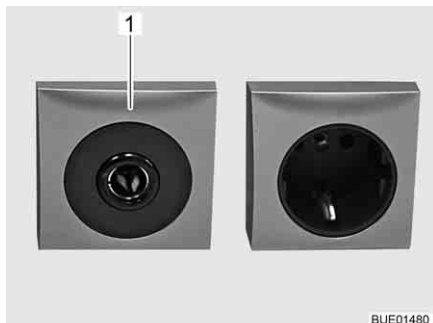

Bild 160 Eluttag 12 V/10 A
- ▷ Till 12 V-nätets eluttag (Bild 160,1) får endast apparater med maximalt 10 A anslutas.